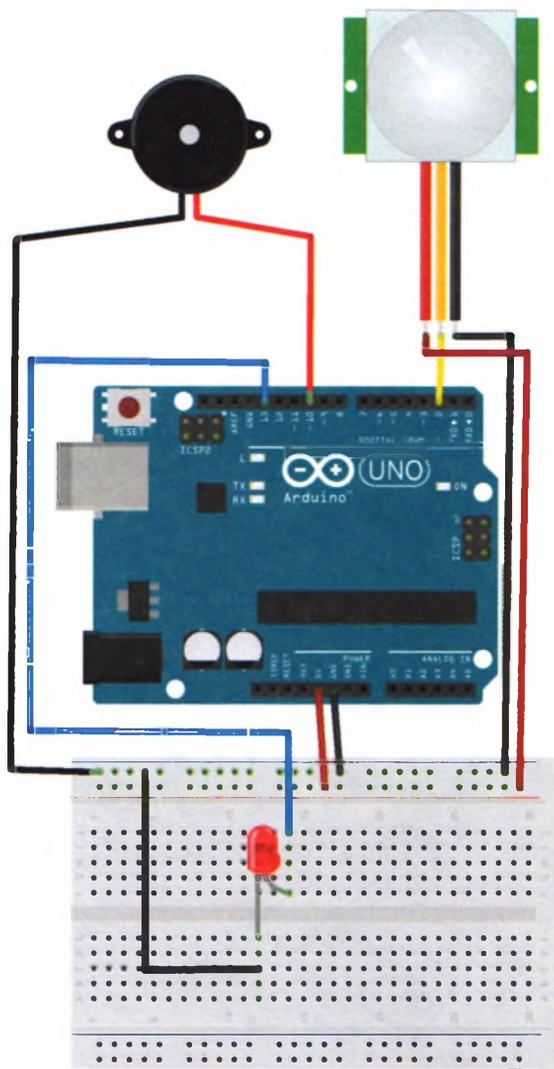

РИСУНОК 21.5
- Убедитесь, что ваша цепь соответствует схеме, показанной на рис. 21.5, а затем загрузите в память Arduino код скетча, приведенный в разделе «Скетч» далее в этом проекте.